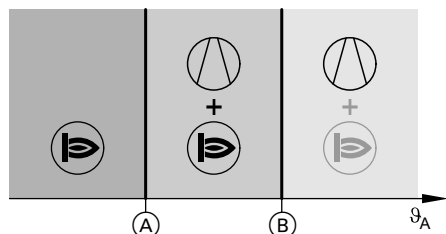

Abb. 11
Die Temperaturgrenze Alternativbetrieb (A) (siehe Abb. 11 und 12) wird von der Wärmepumpenregelung berechnet.
Die Temperaturgrenze Alternativbetrieb (A) (siehe Abb. 11 und 12) und die Bivalenztemperatur (B) (siehe Abb. 11) werden mit „Ausschaltgrenze Wärmepumpe bivalenter Betrieb 7B0F“ und „Bivalenztemperatur externer Wärmeerzeuger 7B02“ fest eingestellt.
Einschaltbedingungen für Bereich  + : Siehe Abb. 11 und 12.
Einschaltbedingungen für Bereich ③: Siehe Abb. 11 und 12.